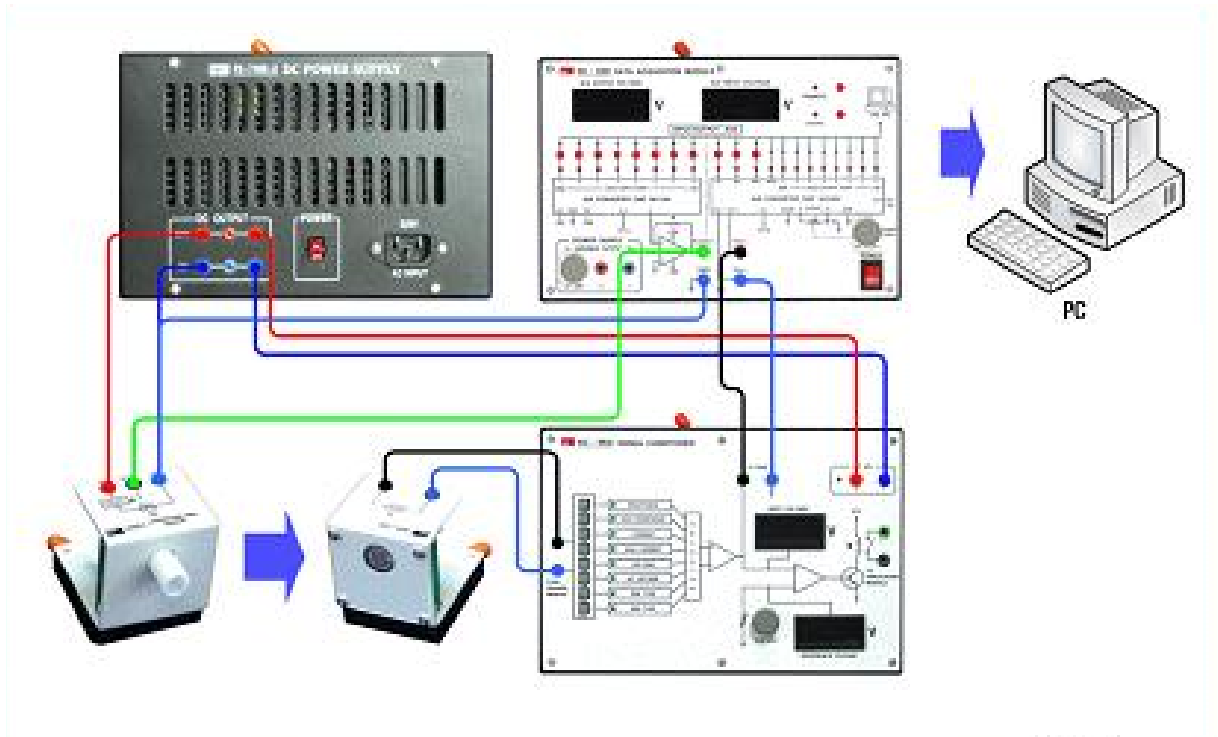

FIGURE 2: Diagramme de branchement du test de la CdS
1. Réaliser le branchement illustré sur la figure 2 :
- (d) relier les différents module en utilisant les cbles de connexion comme illustré sur la figure 2,